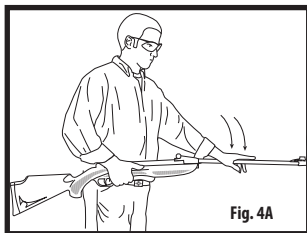

Fig. 4A
3. Sostenga el rifle cerca de su cuerpo colocando la culata (A) en la parte superior del muslo
4. Con la palma de la mano, dele un golpe seco al extremo de la boca (E) del cañón (Fig. 4A) para abrir la recámara.